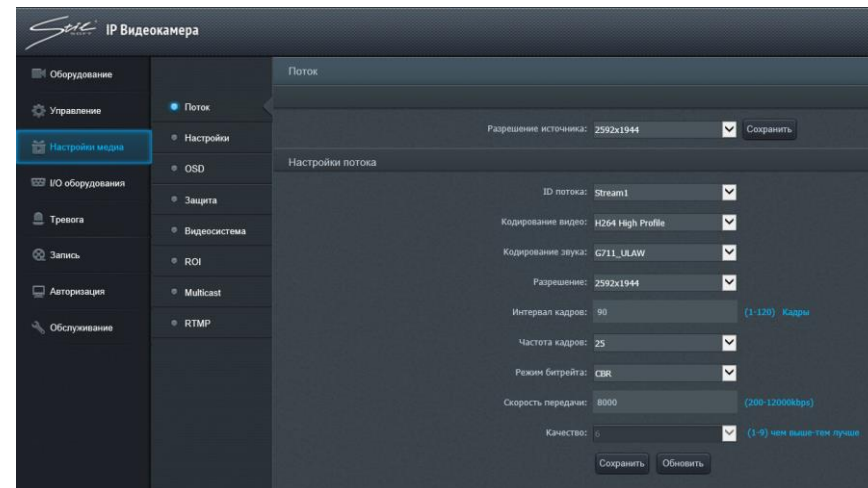

Рисунок 6 – Настройки медиа
9.9.5. Вкладка «Настройки медиа» (рисунок 6) содержит несколько подменю: «Поток», «Настройки», «OSD», «Защита», «Видеосистема», «ROI» и «Multicast».